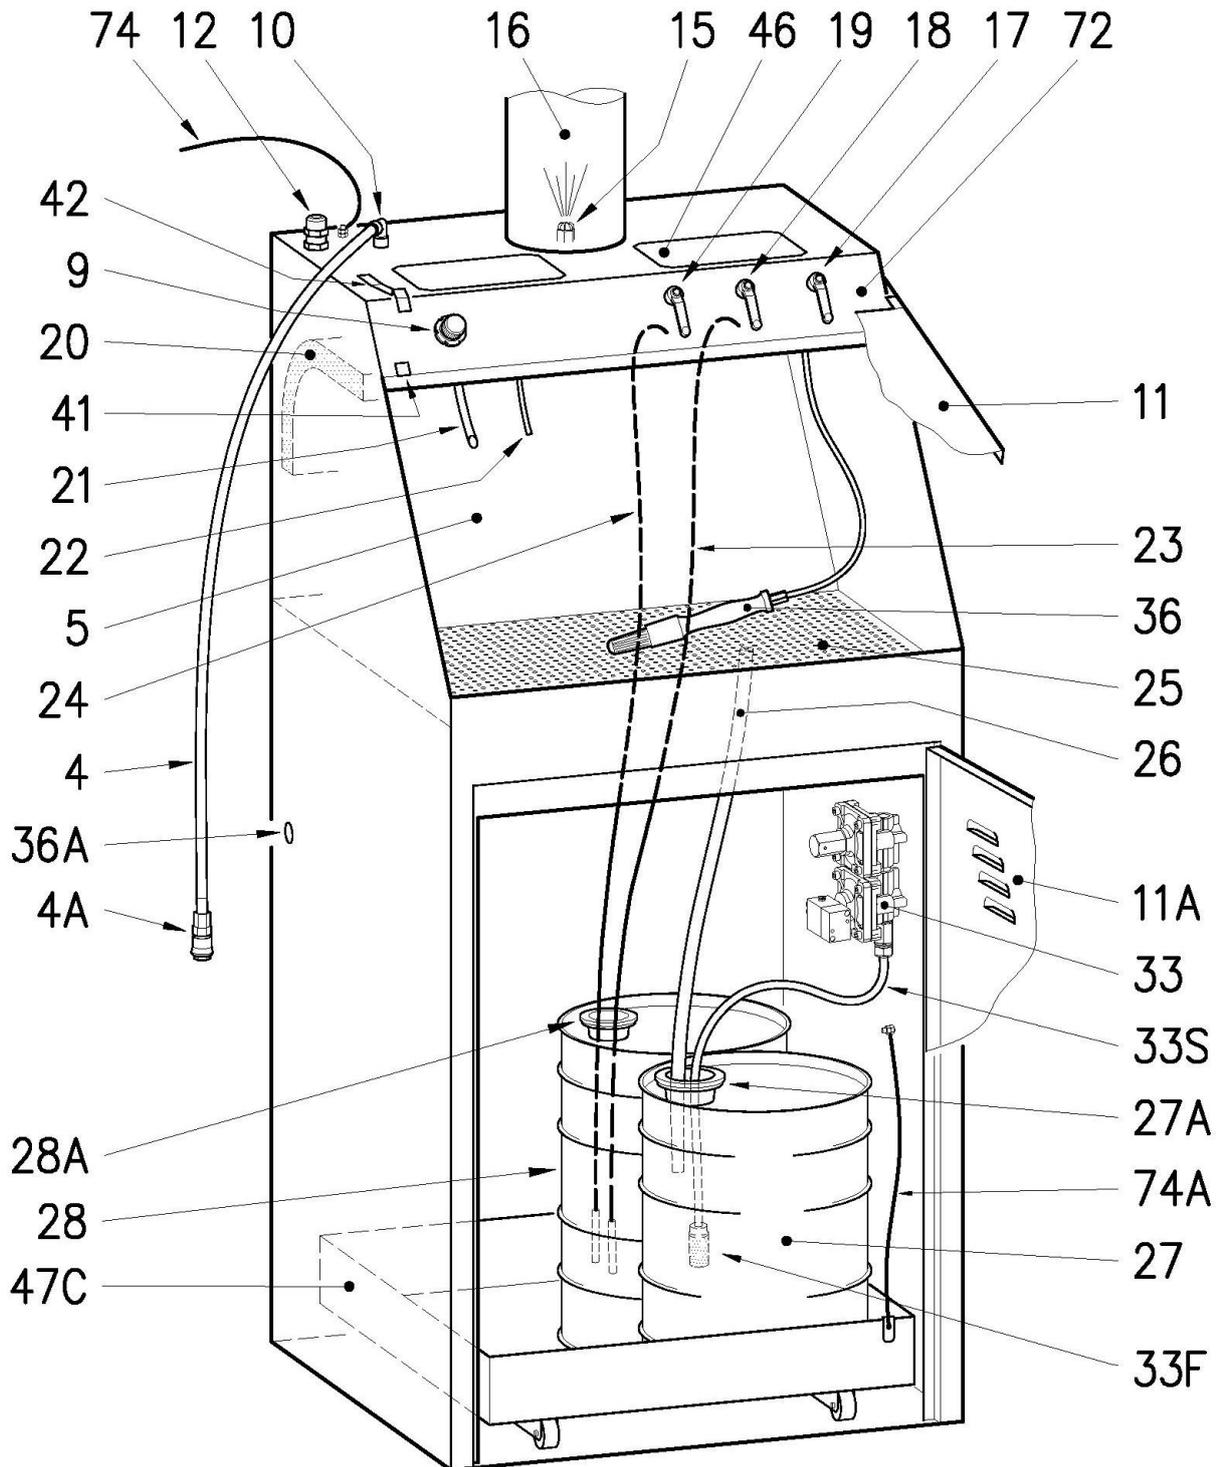

Abbildung 1
Das pneumatische betriebene Waschgerät besteht aus einem Edelstahlbehälter (Abb. 1) mit folgenden Bauteilen und Funktionen:
Ein manuelles Waschen mit Pinsel (Abb. 1/36) durch eine Membranpumpe (Abb. 1/33), eine manuelles Waschen mit Venturipumpe (Abb. 1/21), Zerstäuber (Abb. 1/22), Lochblech (Abb. 1/25) zum Ablegen und Abtropfen der Spritzpistolen, sowie Gerätesteuerung oben an der Vorderseite. Das Waschgerät ist mit Schläuchen (Abb. 1/23-24-26-33S) ausgestattet, mit denen die verschiedenen Flüssigkeiten aus den Behältern unter dem Gerät angesaugt oder in diese abgeleitet werden. Wenn die obere Klappe (Abb. 1/11) offen ist, erfolgt die Absaugung der Dämpfe und Nebel der im Gerät versprühten Lösungsmittel über den Venturieffekt der Düse (Abb. 1/15) in das Abzugsrohr (Abb. 1/16) und die Venturipumpe (Abb. 1/21) und der Zerstäuber (Abb. 1/22) und die Membranpumpe mit dem Pinsel (Abb. 1/36) funktionieren.
Am Eingang vom Abzugsrohr (Abb. 1/16) kann ein Aktivkohlefilter (Optional) zum Ausfiltern von Schadstoffen eingebaut werden.
- Einschalten der Venturi-Pumpe für sauberes Lösungsmittel (Abb. 1/19);
- Einschalten vom Zerstäuber (Abb. 1/18);
- Einschalten der Waschpinsel (Abb. 1/17);
Beschreibung WASHGERÄT (siehe Abbildung 1)